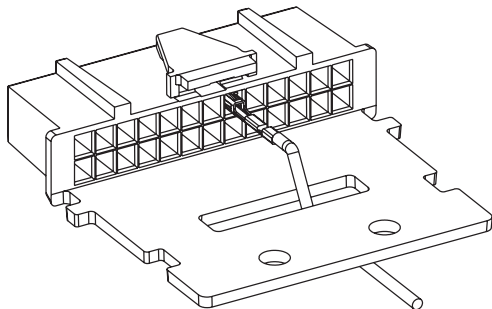

Figura 1a. Alívio de Tensão do Fio
6. Encaminhe os fios eléctricos através da ficha, de acordo com a *Figura 1a* ou, para aplicações com vários acessórios ligados ao rádio móvel, encaminhe os fios eléctricos conforme a *Figura 1b*